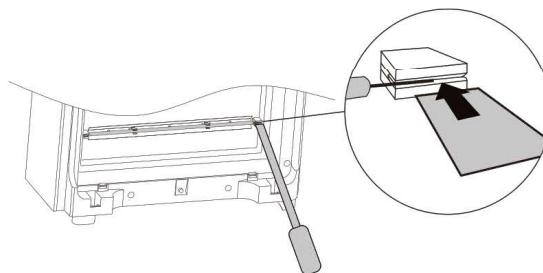

Abb. 11
- biegen Sie vorsichtig mit einem Schlitzschraubenzieher jede Schelle der UV-Lampe auseinander und ziehen Sie vorsichtig den Stecksockel aus der Fassung (Abb.11)